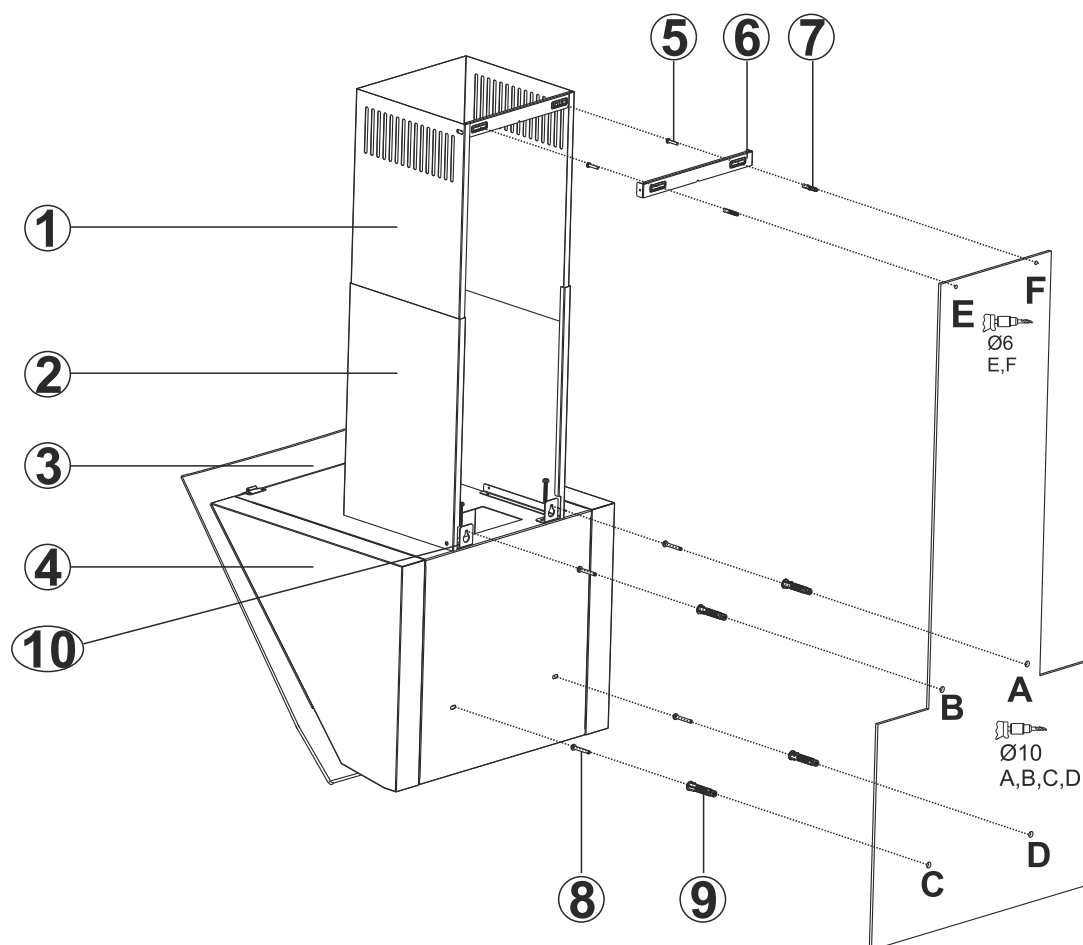

Fig. 8
- Fäst ritningen på väggen på önskad höjd av fläkten (observera våra rekommendationer gällande höjd mellan spishäll och fläkt). Märk ut punkterna A, B, C och D (Fig. 8).
- På punkterna A, B, C och D ska det borrar och tryckas i Ø10mm pluggar. Skruva därefter 2x5,5x60 skruvar i A och B-punkterna med ett avstånd på 5 mm mellan väggen och skruvhuvudena (Fig.8).
- Väggbeslaget till skorstenen (6) hålls helt intill väggen där det ska monteras. Därefter markeras punkterna E och F (Fig. 8).
- Borra punkterna E och F med Ø6mm borr och tryck i Ø6mm pluggar. Montera väggbeslaget till skorstenen med 3,9x22-skruvar (Fig. 8).